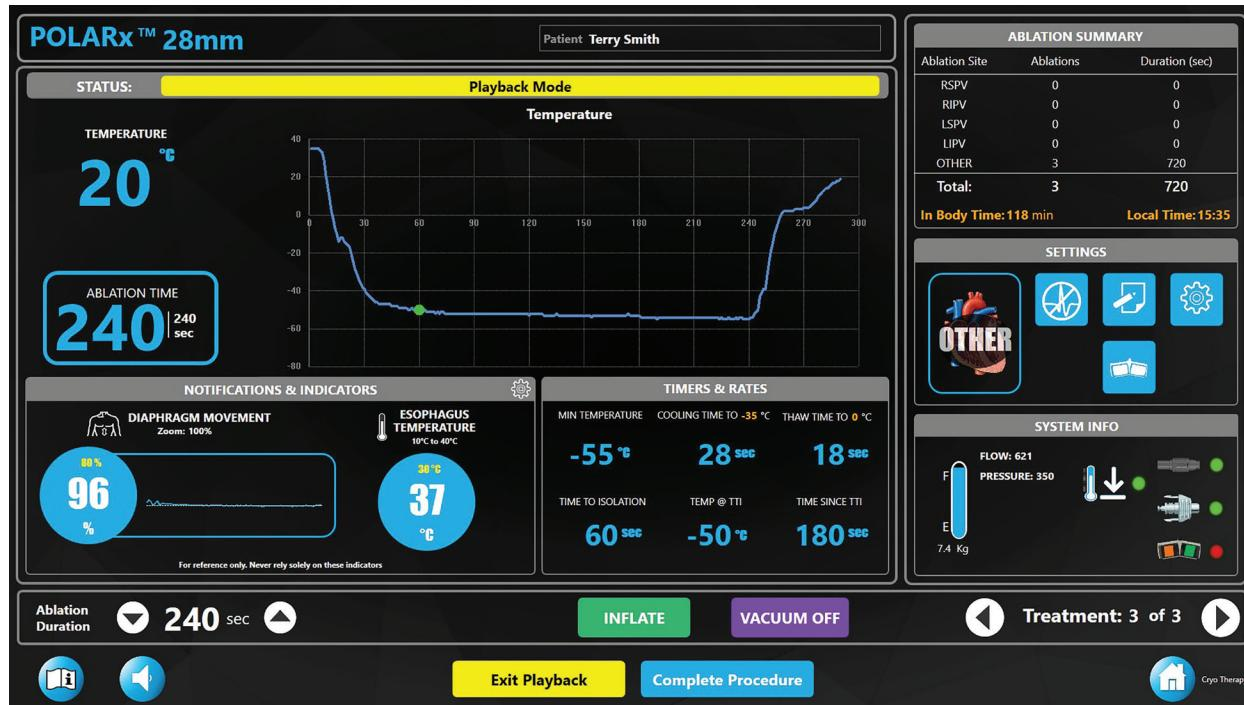

Figura 26. **Playback Mode** (Modo de reproducción)
- f. Si se pulsa el botón **Exit Playback** (Salir del modo de reproducción), aparece el botón **PLAYBACK** (Reproducción). Pulsar el botón **PLAYBACK** (Reproducción) permite revisar los datos de las ablaciones anteriores. Pulse el botón **PLAYBACK** (Reproducción) para entrar en el **Playback Mode** (Modo de reproducción), tal como se muestra en la Figura 26.
- Utilice las flechas de **Treatment** (Tratamiento) (Figura 26) para visualizar los datos de tratamientos anteriores en la intervención actual.
1. Cuando finalice el tratamiento, pulse el botón **Complete Procedure** (Finalizar intervención) en la pantalla Therapy (Terapia) (Figura 26 o Figura 29).